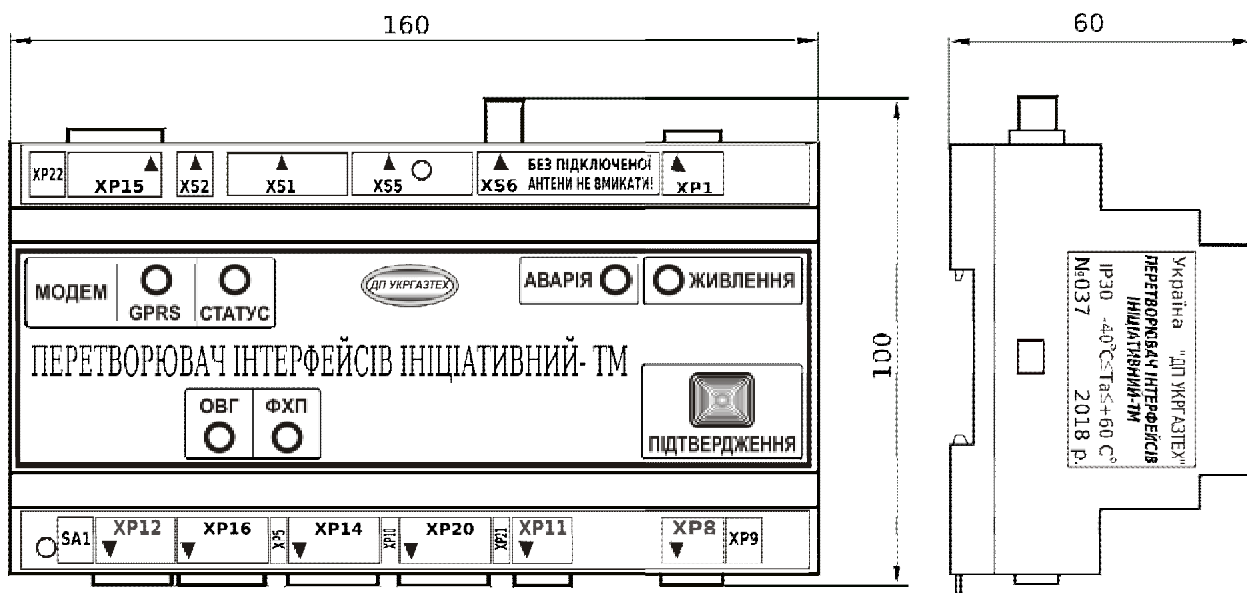

Рис. 2 - Вид перетворювача інтерфейсів ініціативного-ТМ
- 1.14 Зовнішній вигляд і призначення використовуються роз'ємів перетворювача інтерфейсів ініціативного показаний на Рис. 2.